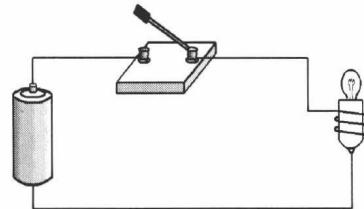

图 1-1 简单直流电路
将电池、开关和照明灯用导线连接成如图 1-1 所示的实验电路, 合上开关, 小照明灯发光; 然后取走任一元件, 观察照明灯是否还能继续发光。实验结果发现取走任一元件, 照明灯都不会发光。图 1-1 所示为最简单的直流电路——照明灯电路。
① 通路(闭路) 电源与负载接通, 电路中有电流通过, 电气设备或元器件获得一定的电压和电功率, 以进行能量转换。
② 开路(断路) 如图 1-1 所示, 打开开关, 或将电路中的某一部分断开, 照明灯都不会发光, 说明电路中没有电流。这种因某一处断开而使电路中没有电流的状态叫开路, 又称为空载状态。
③ 短路(捷路) 将图 1-1 中的照明灯取下, 用导线直接把电源的正、负极连接起来, 过一会儿如果用手摸导线会感觉到导线发热。这种没有用电器而是直接用导线将电源正、负极相连的电路称为短路。短路是非常危险的, 会把电源烧坏, 这是不允许的。短路时, 输出电流过大对电源来说属于严重过载, 如没有保护措施, 电源或电器会被烧毁或发生火灾, 所以通常要在电路或电气设备中安装熔断器、保险丝等保险装置, 以避免发生短路时出现不良后果。